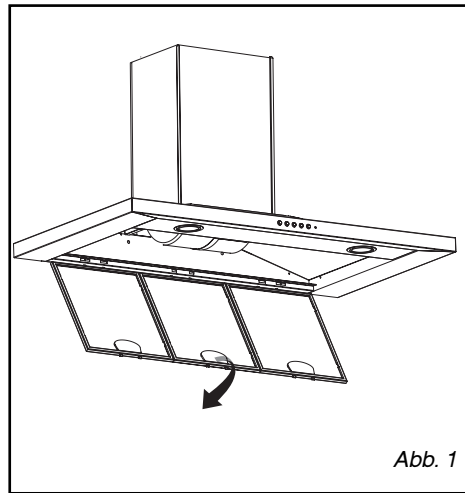

Abb. 1
- **Ausbau der Filterkassette (Abb. 1)**
- Die Leuchtblende entfernen (Abb. 1).